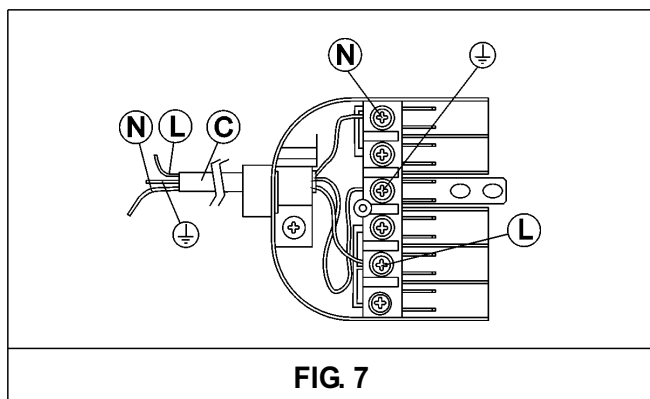

FIG. 7
- montez (si besoin est) une fiche normalisée sur le câble d'alimentation "C" en vous assurant qu'elle est adaptée à la charge indiquée sur l'étiquette signalétique. Branchez les conducteurs en suivant le schéma, fig. 7 et en respectant les indications suivantes: